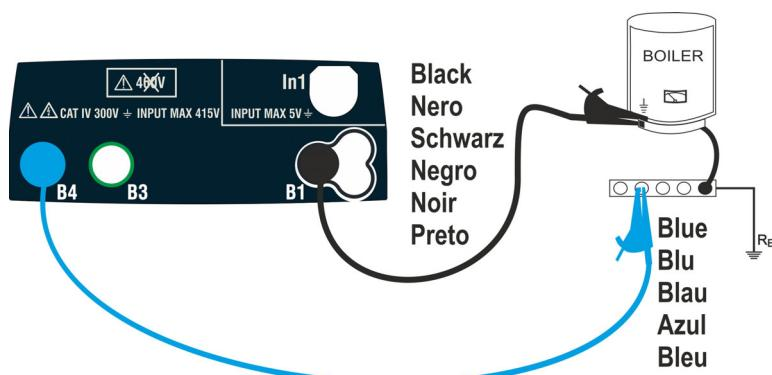
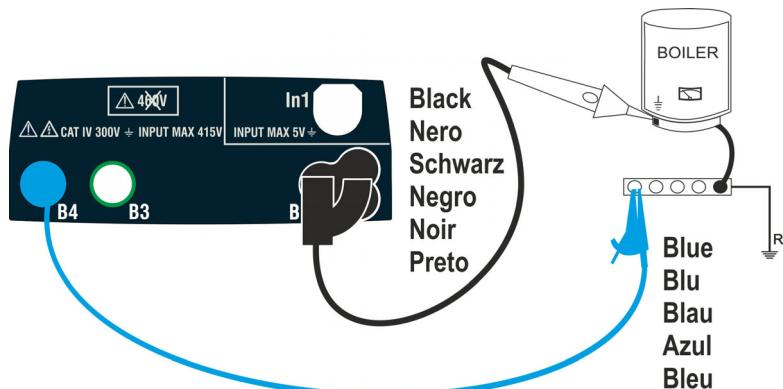

Fig. 10: Teste de continuidade através de cabos únicos
Fig. 11: Teste de continuidade via cabo remoto
6. Ligue os cabos e/ou o cabo remoto ao condutor em teste de acordo com Fig. 10 ou Fig. 11.
2. Ligue as pinças crocodilo e / ou os condutores e / ou o condutor remoto ao condutor em teste de acordo com Fig.10.